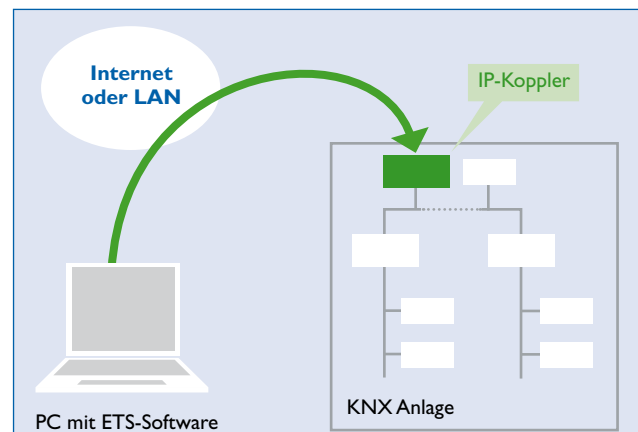

Bild 24. Tunneling
- **Tunneling:** Ziel ist der Zugriff auf den Bus über das Ethernet zur Inbetriebnahme, zum Test oder zur Fehlersuche. Es handelt sich um eine Punkt-zu-Punkt-Kommunikation, wobei die letztendliche Zieladresse eine physikalische Adresse im KNX System ist (Bild 24). Vereinfacht kann man sich das benutzte Ethernet – dies kann ein lokales Netz (LAN) wie ein Firmen- oder Hausnetz, aber auch ein öffentliches Netz (Internet) sein – als verlängertes Programmierkabel zwischen dem Inbetriebnahme-PC und der KNX Anlage vorstellen.